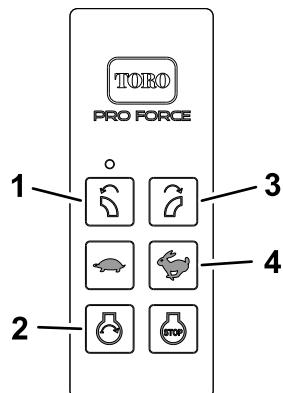

Figura 18
- Pulse el botón de ARRANQUE (Figura 18) en el control remoto manual.